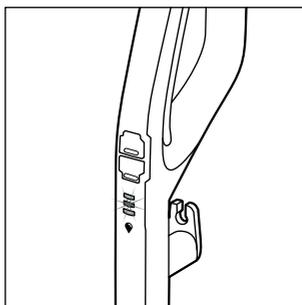

Rys. 17
- ◆ Aby włączyć urządzenie, naciśnij przełącznik wykładzina dywanowa/dywan **15** (patrz rys. 17). Dioda LED przełącznika wykładzina dywanowa/dywan **15** zaświeci się na niebiesko.
- ◆ W celu wyłączenia urządzenia naciśnij ponownie przełącznik wykładzina dywanowa / dywan  **13** (patrz rys. 17).